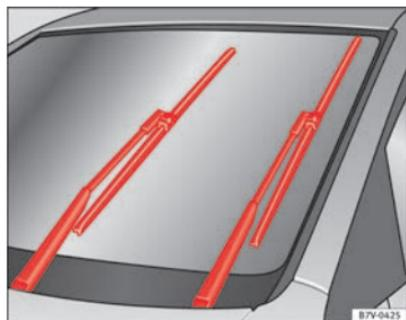

Fig. 130 Essuie-glace en position d'entretien
- Connectez puis coupez le contact d'allumage puis (après environ 9 secondes), déplacez le levier d'essuie-glace sur la position balayage bref. Les balais se déplacent à la position de maintenance → fig. 130.